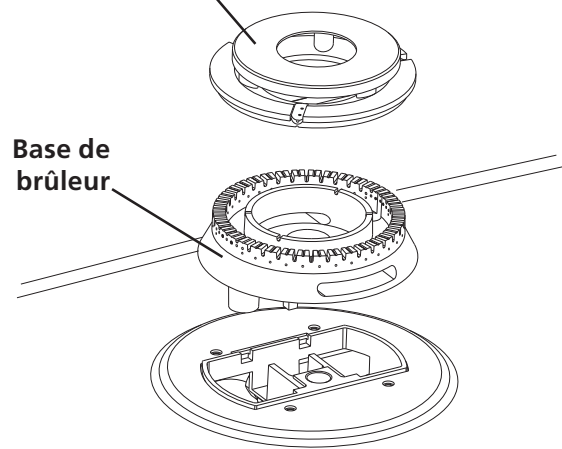

Figure 11
**C. Brûleur triple (si présent):** Enlevez les rubans adhésifs. Enlevez le couvercle et la base du brûleur. Retirez et jetez le matériel d'emballage. Remplacez la base et le couvercle du brûleur triple. **Attention de ne pas endommager les électrodes lorsque vous placez la base du brûleur sur l'ouverture de gaz.** Assurez-vous que l'électrode est correctement insérée dans l'ouverture prévue à cette fin sur la base du brûleur (Figure 11).